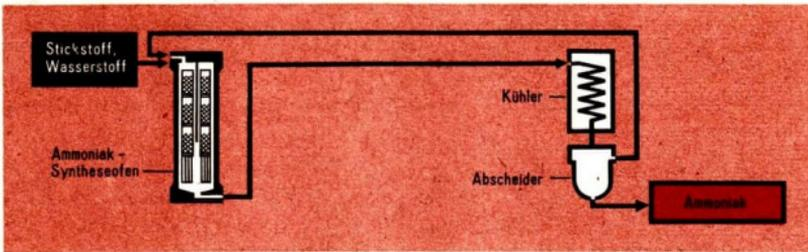

Abb. 17 Kreislaufprinzip bei der Ammoniaksynthese
Auf der Grundlage der für die technische Durchführung einer chemischen Reaktion festgelegten Bedingungen wird der Ablauf des Prozesses geplant. Die für die Ammoniaksynthese gewählten Bedingungen lassen in der Technik nur eine Ausbeute von 17% Ammoniak zu. Das aus dem Reaktionsapparat ausströmende Gasgemisch enthält noch 83% nicht umgesetzte Ausgangsstoffe. Sie werden nach der Abtrennung des Ammoniaks wieder dem Reaktionsapparat zugeführt. Diese Stoffführung wird als **Kreislaufprinzip** bezeichnet (Abb. 17). Das Gasgemisch, das den Reaktionsapparat verläßt, wird gekühlt. Da Ammoniak durch Abkühlung oder Druck im Gegensatz zu Wasserstoff und Stickstoff leicht verflüssigt werden kann, läßt es sich abscheiden. Wasserstoff und Stickstoff können erneut eingesetzt werden. Die Anwendung des Kreislaufprinzips ist von großer ökonomischer Bedeutung, da es so gelingt, die Ausgangsstoffe durch wiederholten Einsatz ohne hohe Verluste umzusetzen. ①
- ① Erläutern Sie an Hand der Abbildung 17 das Kreislaufprinzip bei der Ammoniaksynthese!